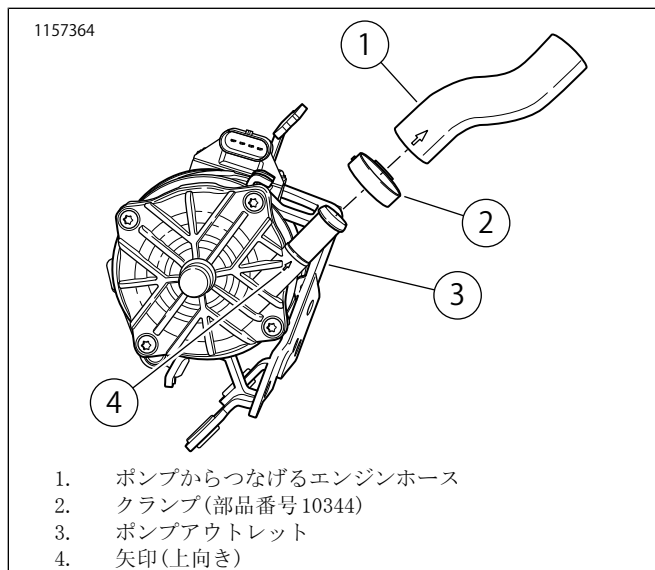

図6。ポンプからつなげるエンジンホース
9. 図6を参照してください。ポンプアウトレット(3)にポンプからつなげるエンジンホース(1)を取り付けます。